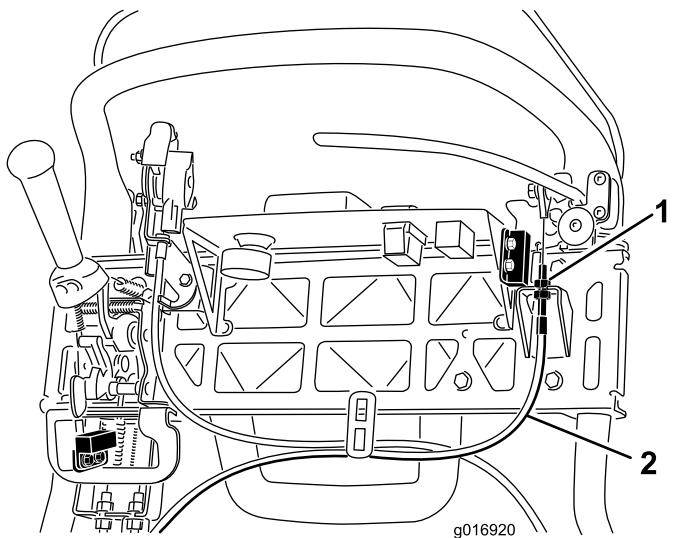

Bild 40
3. Wenn Sie die Zugspannung erhöhen möchten, lösen Sie die obere Klemmmutter des Zugs und ziehen Sie die untere Klemmmutter an (Bild 40), bis eine Kraft von 156 N zum Lösen des Feststellbremsriegels auf den Feststellbremshebel angewendet werden muss.